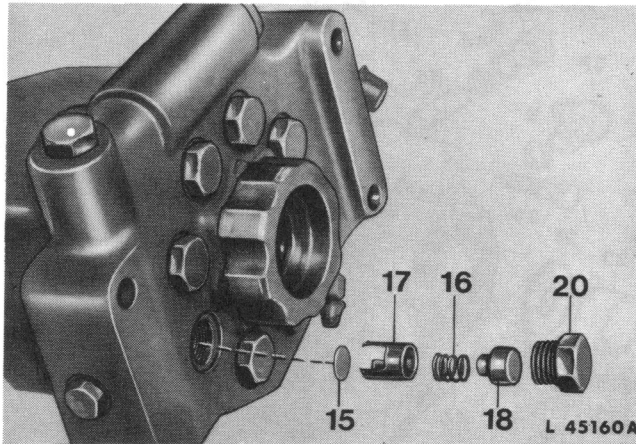

Fig. 3 — Dépose des soupapes de refoulement
5. Retourner le boîtier (fig. 3); dévisser les bouchons filetés 20 et enlever les soupapes de refoulement complètes.